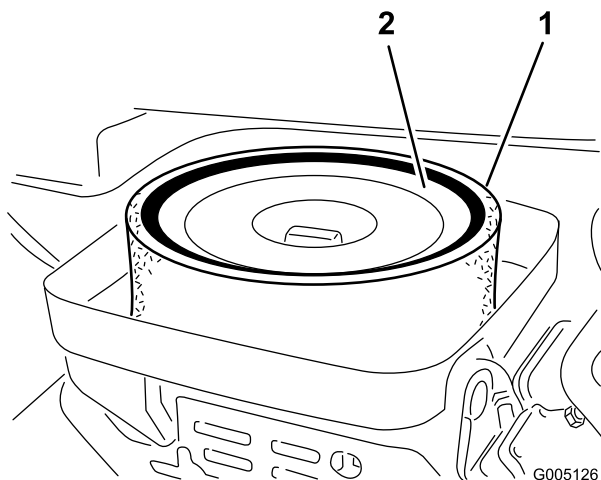

Рисунок 42
3. Если элемент из поролона загрязнен, снимите его с бумажного элемента (Рисунок 42). Тщательно очистите его следующим образом: